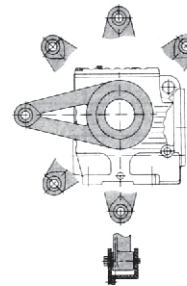

图21
4.5.3 SAT 系列圆柱蜗杆减速机、NMRV 蜗轮减速机防转臂安装如图 21 所示。